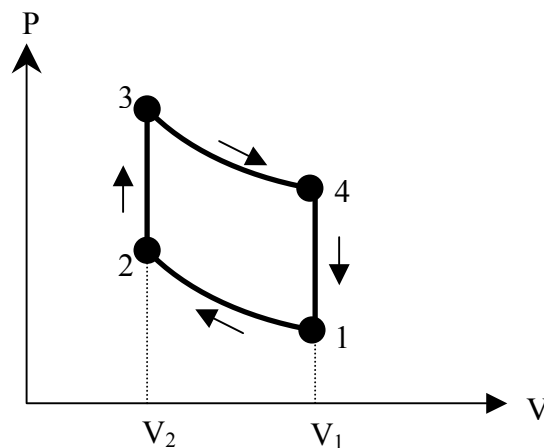

Figure 1
Le moteur à explosion fonctionne sur le principe du cycle illustré par le diagramme de Clapeyron (P,V) de la figure 1. Ce cycle peut se décomposer en quatre transformations thermodynamiques consécutives subies par un mélange air-carburant initialement admis dans une chambre de combustion via une soupape d'admission :
- $P_i$ ,  $V_i$  et  $T_i$ , respectivement la pression, le volume et la température du mélange aux points  $i$  variant de 1 à 4 de la figure 1 (en remarquant que  $V_3 = V_2$  et  $V_4 = V_1$ ),